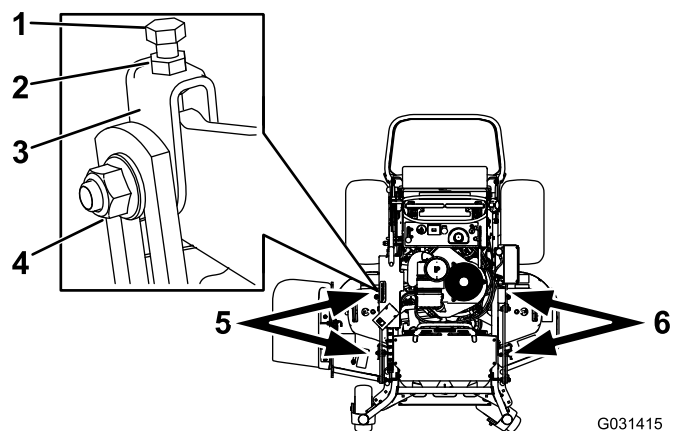

Рисунок 88
1. Ослабьте затяжку боковой гайки и контргайки в вилках, которые вы хотите отрегулировать (Рисунок 88).
2. Для регулировки высоты деки газонокосилки поверните верхние болты вилок (Рисунок 88).